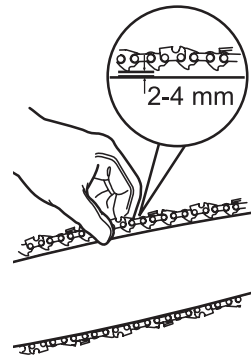

Fig. 10
4. Compruebe la tensión de la cadena levantando con una mano la cadena (3) contra el peso del producto. La tensión correcta de la cadena se consigue cuando esta se puede levantar aproximadamente 2 - 4 mm de la espada (4) en el centro (Fig. 10).